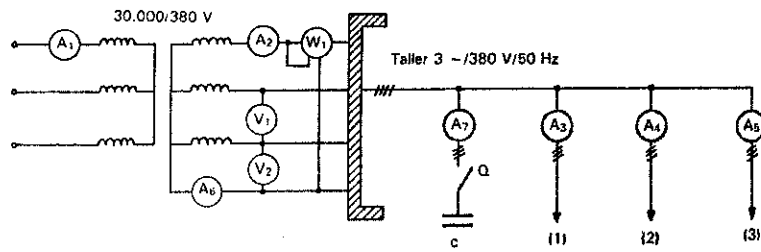

Figura 15.27
- 16) Una línea trifásica con neutro alimenta la instalación eléctrica de una nave de industria pesada comercial. Las cargas, que se conectan de una forma equilibrada son las siguientes: (1) motor trifásico de 50 KW, 240 V,  $\cos \varphi = 0,8$ ; (2) motor trifásico de 40 KW, 240 V,  $\cos \varphi = 0,85$ ; (3) 375 lámparas incandescentes de 40 W, 240 V; (4) 250 lámparas fluorescentes de 40 W,  $\cos \varphi = 0,9$ . Determinar las potencias, el FP y la intensidad de línea de el conjunto de la instalación.
- 17) En la Figura 15.27 se muestra el esquema general de distribución de una instalación industrial.